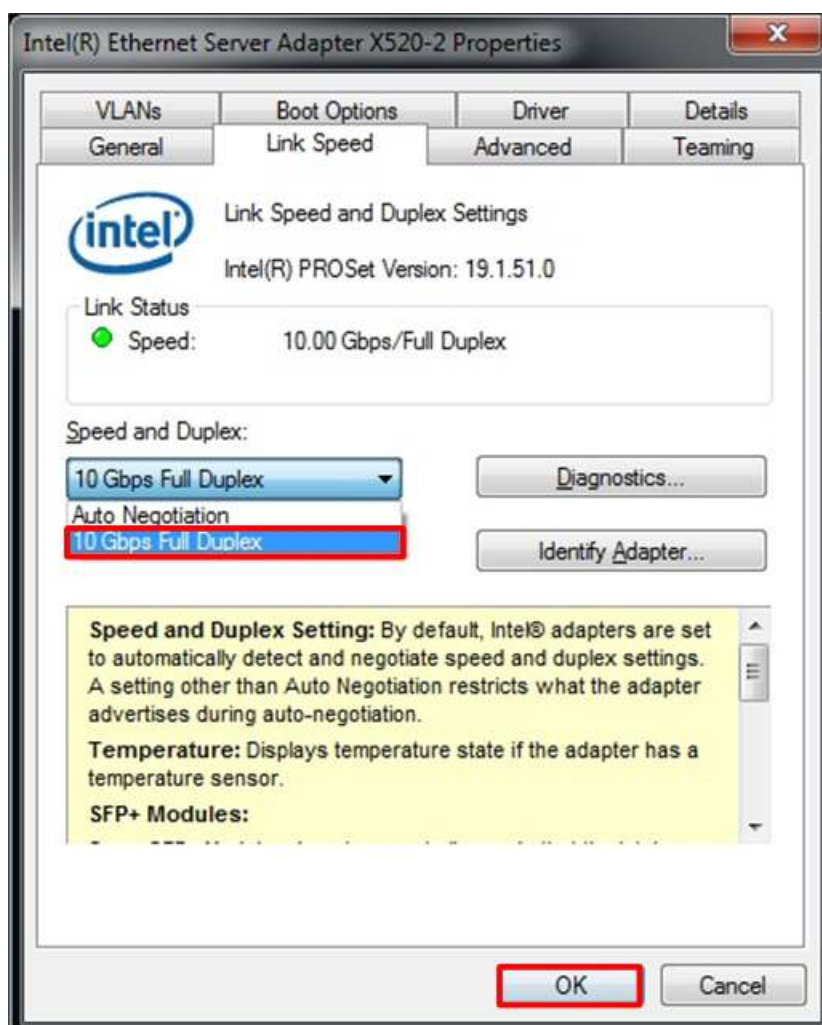

図 3-3: リンク速度=10Gbps に設定
- 3) 図 3-3 に示すように Link Speed タブにて、“10 Gbps Full Duplex”を選択し 10Gb 転送テストが行えるようにします。